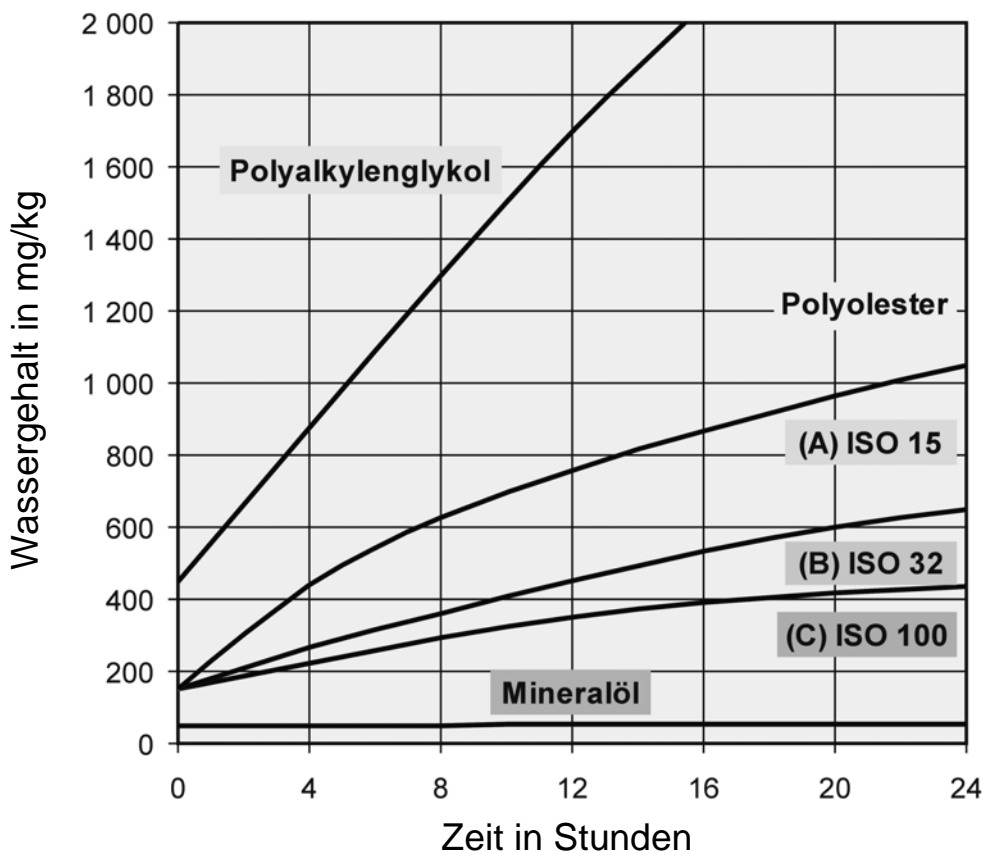

Bild 7-2. Wasseraufnahme verschiedener Ölsorten
- Verdichter mit Ölfüllung dürfen nicht über längere Zeit offen stehen bleiben, damit kein Wasser in das Öl diffundieren kann. Mit Ölbehältern ist ebenso zu verfahren. Siehe hierzu Bild 7-2. Der Inhalt eines Ölbehälters mit Ester oder PAG-Öl, der über einen Tag offen steht ist unbrauchbar.